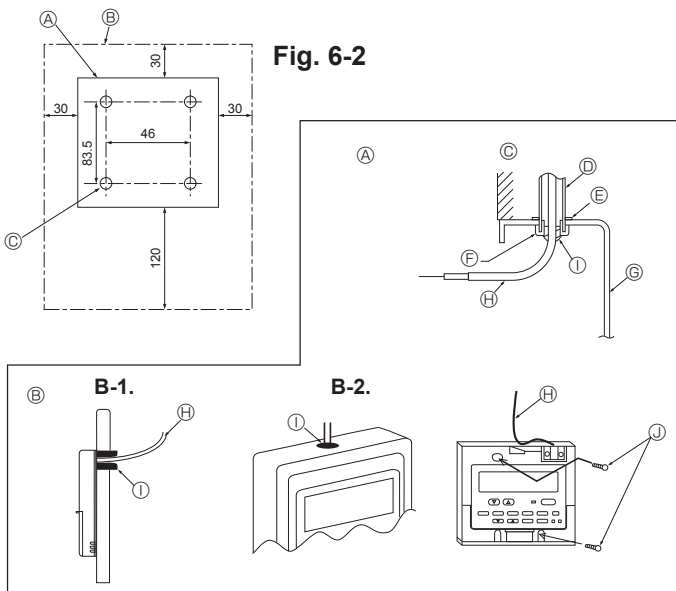

Fig. 6-2
(1) เลือกตำแหน่งที่จะติดตั้งรีโมทคอนโทรล (Fig. 6-2) เช่น เซอร์คูล์หรือตู้ติดตั้งทั้งที่รีโมทคอนโทรลและเครื่องภายใน
[Fig.6-2]